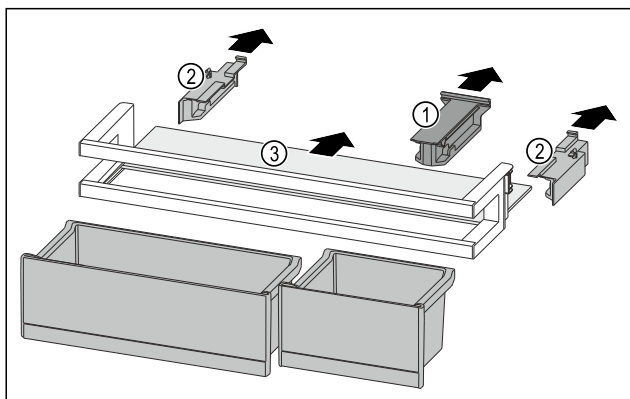

Fig. 92
- Skinite pridržni dio Fig. 92 (1).
- Skinite bočne dijelove Fig. 92 (2).
- Izvadite policu Fig. 92 (3).